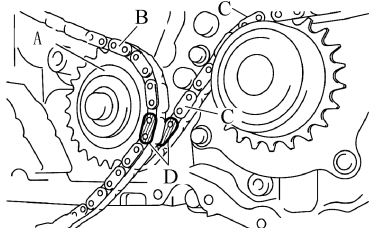

图 7-33 对准右侧正时链标记
① 将惰轮链轮(下侧)上的左右侧正时链条标记对齐,如图 7-33 所示。